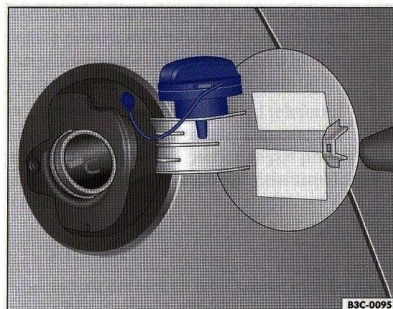

Fig. 4 Clapeta rezervorului deschisă; capacul rezervorului agățat de clapetă.
- Introduceți capacul în locașul prevăzut în balamaua clapetei ⇒ fig. 4.